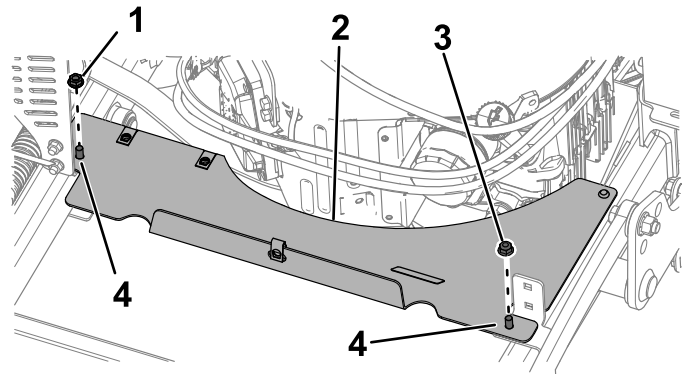

**Figure 31**
3. Retirez les 2 boulons (5/16" x 1") et le protège-courroie (Figure 31).
2. Montez le protège-courroie comme montré à la Figure 31. Serrez les boulons à un couple de 20 à 25 N·m.